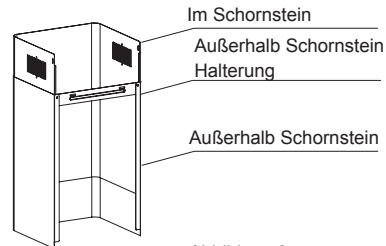

Abbildung 8
– Befestigen Sie die flache Halterung hinter den äußeren Schornstein. Siehe Abbildung 8.